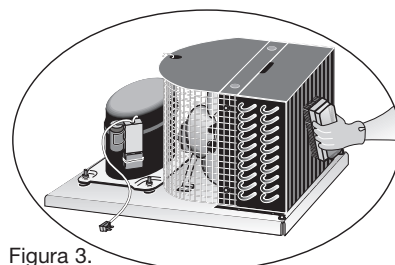

Figura 3.
- Apriete el protector plástico de la lámpara y hale hacia fuera de la puerta (Ver figura 3).